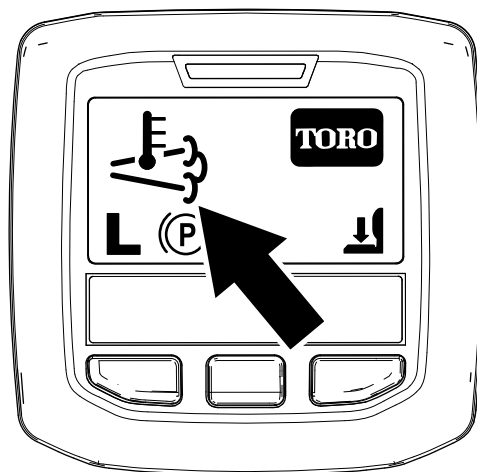

図 68
- インフォセンターには、 排気高温アイコンが表示されます 図 68。